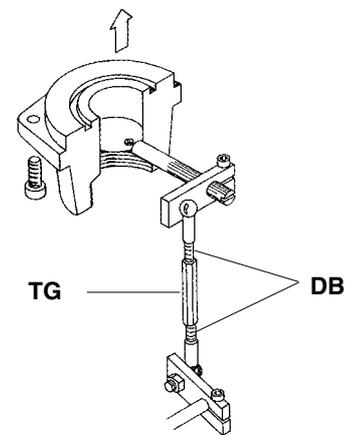

Fig. 13
- 3 Situar el quemador en llama baja, para modificar el caudal del gas, aflojar el dado DB (fig. 13) y regular el ángulo de apertura de la válvula de mariposa girando el tirante TG (la rotación horaria incrementa el caudal del gas y al revés la antihoraria lo disminuye). La endadura sobre el eje de la válvula de mariposa indica el ángulo de apertura respecto al plano horizontal.